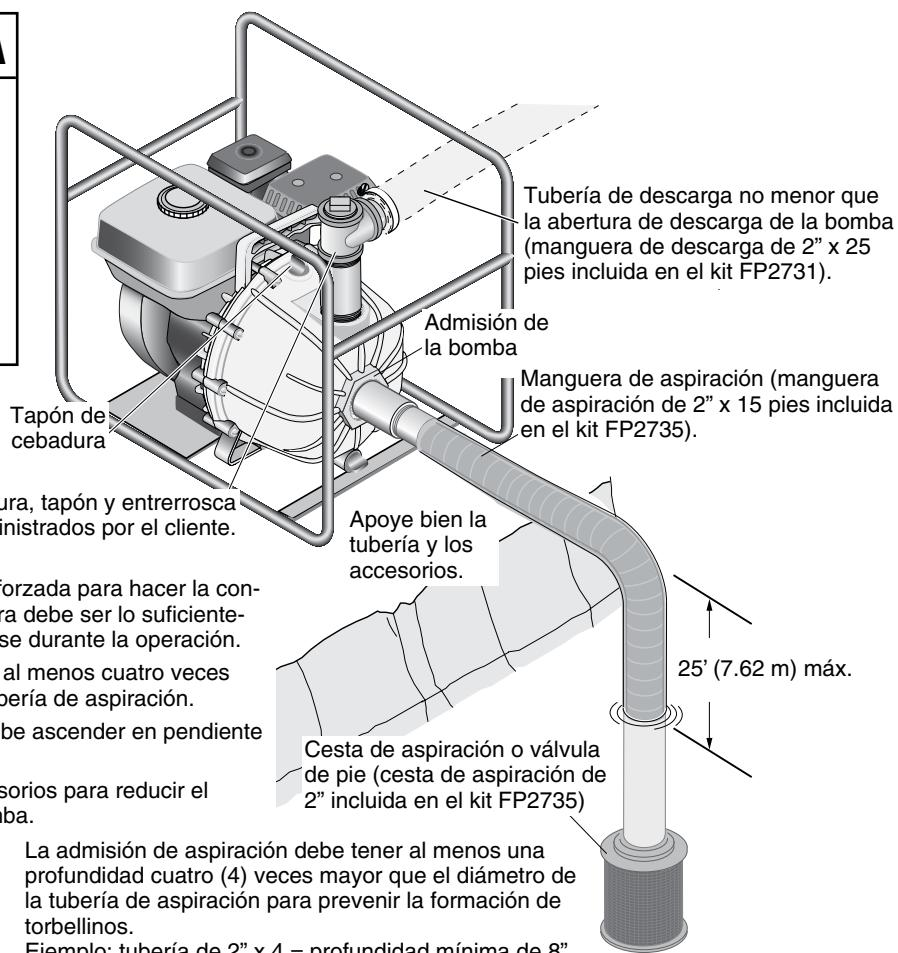

Figura 1 - Instalación típica
Coloque la unidad tan cerca de la fuente de agua como sea posible para disminuir al mínimo la altura de succión, obtener el mejor rendimiento de bombeo y ayudar al cebado. En la Figura 1 se muestra una instalación portátil típica.
Conecte ya sea tubería rígida o manguera flexible de succión a la succión de la bomba como se muestra en la Figura 1. Si se usa manguera, ésta debe ser capaz de soportar la succión e impedir su colapso mientras la bomba está operando.
**AVISO:** La tubería o manguera de succión por lo menos debe ser del tamaño de la entrada de succión de la bomba para que ésta funcione correctamente. La profundidad mínima de la entrada de succión está determinada por el diámetro de la línea de succión. Ver Figura 1.